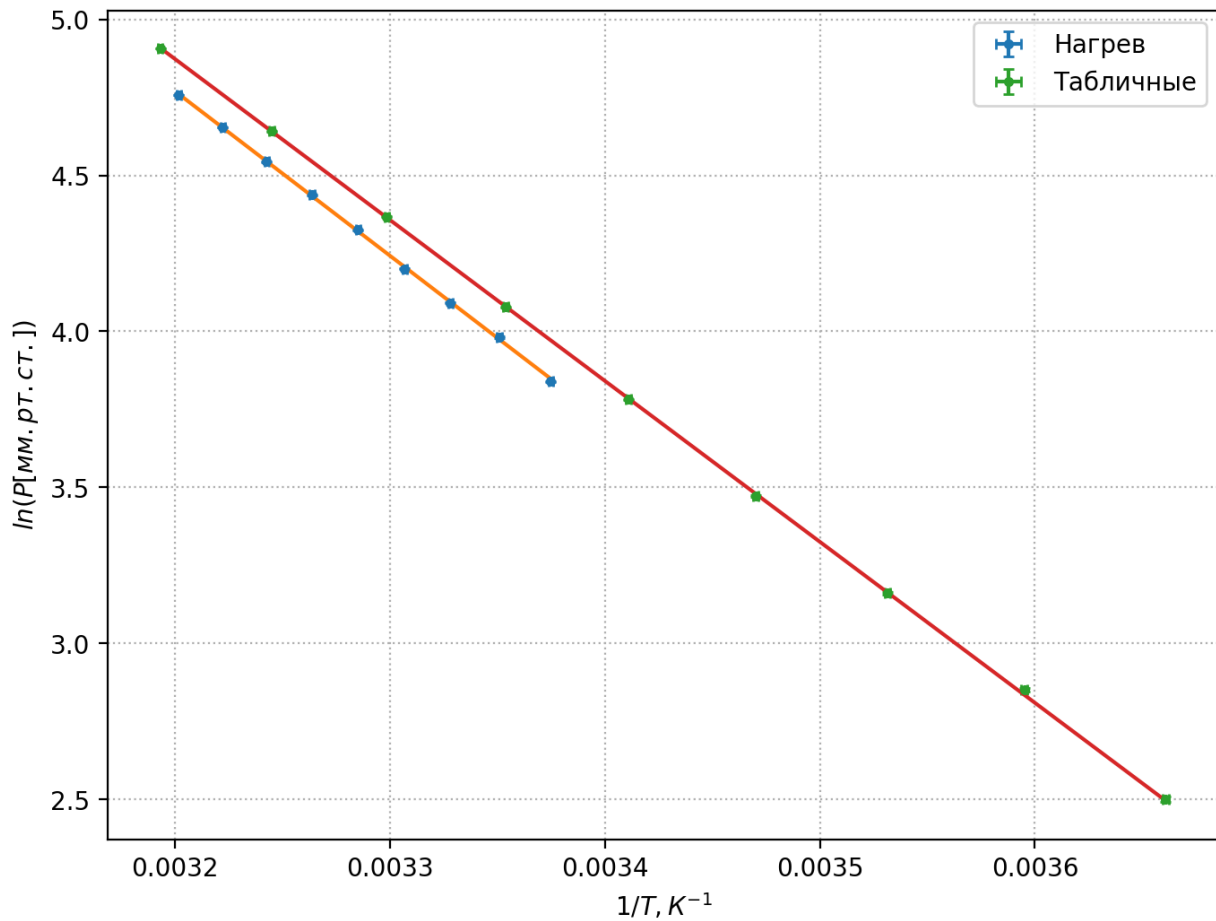

Рис. 3: Логарифмическая зависимость
По графику (рис. 3) определим коэффициент наклона, а по нему удельную теплоту испарения, используя формулу (1):